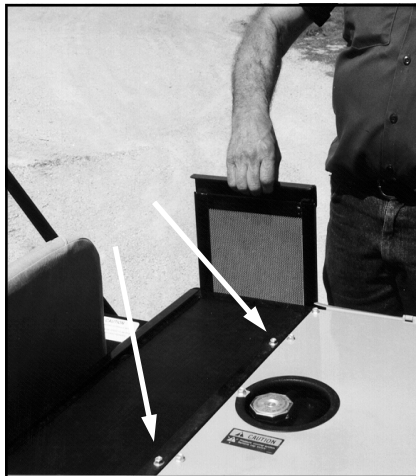

FIG 7.17
**RETIRO** - Las pantallas rejilla laterales se pueden quitar fácilmente deslizándolas de su lugar (fig. 7.17). La pantalla superior superior se sostiene en el lugar por dos pernos (fig. 7.17) y también se pueden quitar para su limpieza.